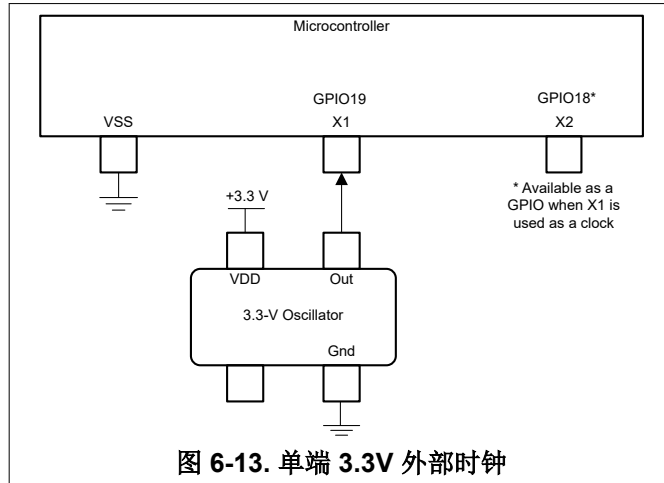

图 6-13. 单端 3.3V 外部时钟
- 单端 3.3V 外部时钟。时钟信号应连接到 X1（如图 6-13 所示），且 XTALCR.SE 位设置为 1。